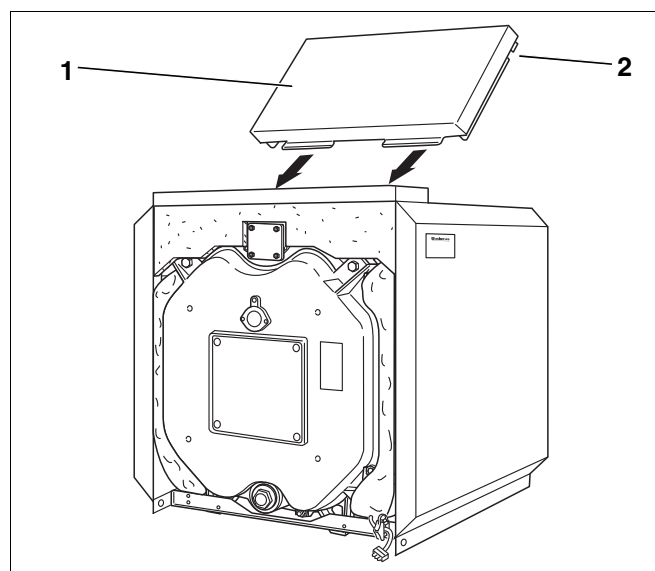

Fig. 37 Montaggio – Copertura posteriore
- ▶ Mettere la copertura posteriore (fig. 37, [1]) fra i pannelli laterali, in modo tale, che il ritaglio (fig. 37, [2]) faccia presa sopra la traversa.